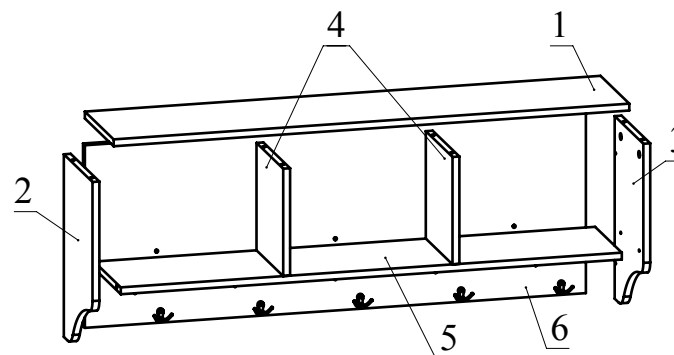

Рис.4
5. Установите детали 4 (2шт.) на деталь 5 и затяните головки минификс (Рис. 4).
6. Установите деталь 2 на деталь 5 и затяните головки минификс (Рис. 4).
7. Установите деталь 1 на детали 2, 4 и затяните головки минификс (Рис. 4).
8. Установите деталь 6 на детали 2, 4, 5 и затяните головки минификс. Соедините деталь 1 с полученной сборкой. Установите деталь 3 на детали 1, 5, 6 и затяните головки минификс (Рис. 4).